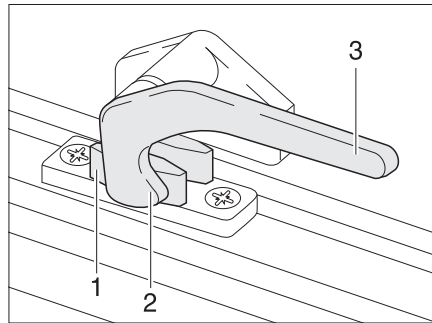

Bild 77 Verriegelungshebel in Stellung "geschlossen"
- Den Verriegelungshebel (Bild 77,3) eine viertel Umdrehung zur Fenstermitte hin drehen.
- Den Verriegelungshebel (Bild 77,3) eine viertel Umdrehung zum Fenster-rahmen hin drehen. Die Verriegelungsnase (Bild 77,2) liegt auf der Innenseite der Fensterverriegelung (Bild 77,1).
- in Stellung "fest verschlossen" (Bild 77).